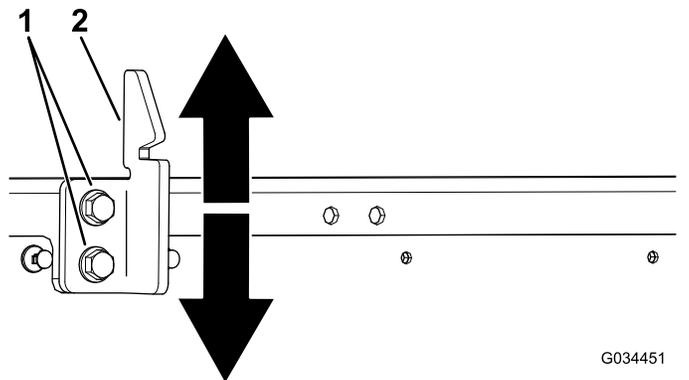

Bild 55
3. Lösen Sie die zwei Schrauben am Schlagbolzen des Ladepritschenriegels und bewegen Sie den Schlagbolzen nach oben oder unten, je nach dem, ob der Schlagbolzen zu hoch oder zu niedrig ist (Bild 55).
4. Ziehen Sie die zwei Schrauben am Schlagbolzen des Ladepritschenriegels an (Bild 55).